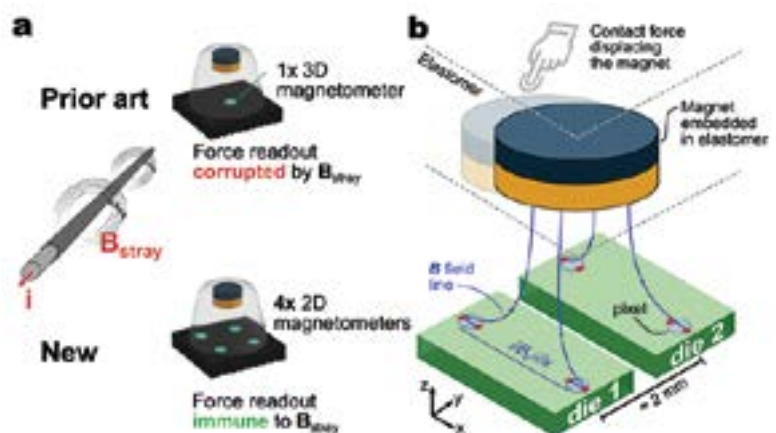

Figura 1. El magnetómetro multipíxel permite la inmunidad a los campos parásitos.
La salida del magnetómetro puede verse distorsionada por efectos no relacionados en las proximidades, como la activación de un motor eléctrico, la presencia de otros imanes o las variaciones del campo magnético terrestre. Un sensor de fuerza magnética con múltiples píxeles cercanos dentro del mismo encapsulado de circuito integrado (CI) (figura 1) puede proporcionar inmunidad a los campos parásitos al permitir la medición diferencial. Este artículo describe cómo se construyó y probó el sensor magnético gradiométrico Tactaxis de múltiples píxeles